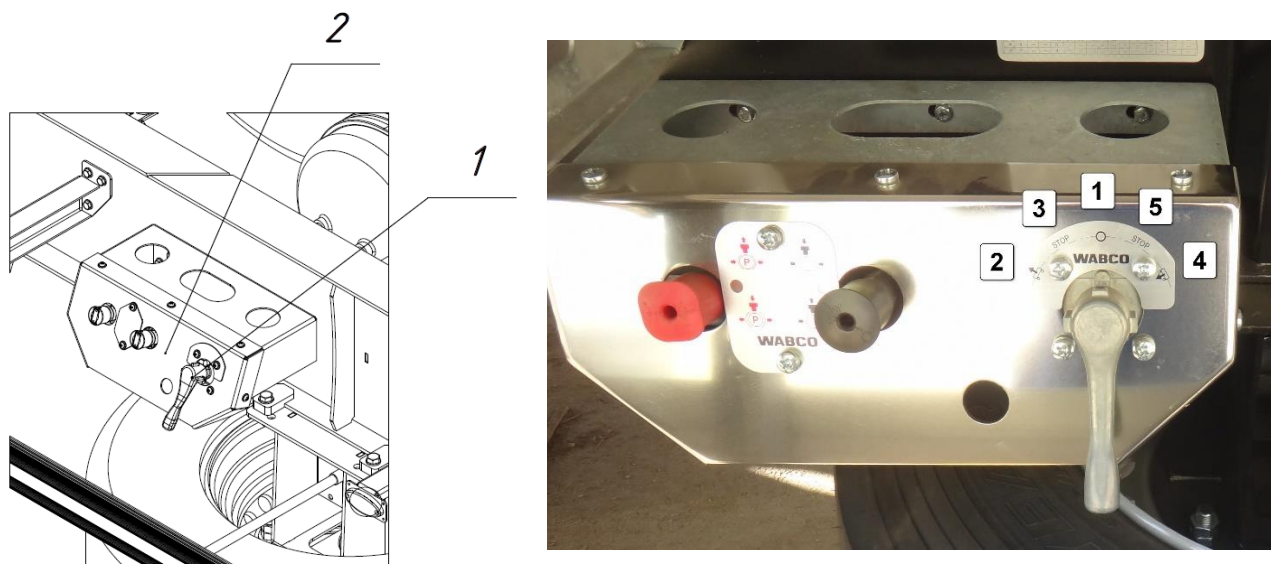

Рис. 1.6 - Пульт управления пневмоподвеской с краном
При подключении полуприцепа соединительными головками (1) к тягачу сжатый воздух по питающей магистрали поступает через магистральный фильтр (2) к крану растормаживания (3) и, проходя через него, заполняет воздушные ресиверы (7). При срабатывании рабочей, стояночной или запасной систем тягача, сжатый воздух по управляющей магистрали подается к выводу тормозного крана (4), который, срабатывая, подает воздух из ресиверов (7) к регулятору тормозных сил (9), где в зависимости от нагрузки на ось входной сигнал регулируется и через ускорительный клапан (11) поступает к тормозным камерам (6, 18), после чего происходит торможение полуприцепа. В случае обрыва соединительных шлангов между тягачом и полуприцепом, полуприцеп самозатормаживается. Для растормаживания (и затормаживания) полуприцепа используется кран (3) с механическими кнопками, расположенный на пульте управления (см. рис. 1.6).
Привод стояночного тормоза пневматический, действует на задние колеса и предназначен для затормаживания полуприцепа. Используется при сцепке и расцепке с тягачом. Затормаживание происходит за счет тормозных камер с энергоаккумуляторами. При отсутствии (отключении) подачи воздуха в пневмосистеме, полуприцеп автоматически затормаживается стояночной системой и ее разблокировка возможна только после накачивания воздуха до нужного давления, либо сжатием пружин энергоаккумуляторов специальными болтами. При наличии воздуха в пневмосистеме стояночная тормозная система полуприцепа может приводиться в действие вручную, потянув на себя кнопку (3), расположенную на пульте управления (рис. 1.6).